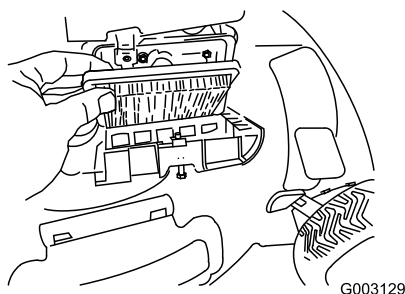

Figura 46
4. Coloque la tapa (Figura 46).